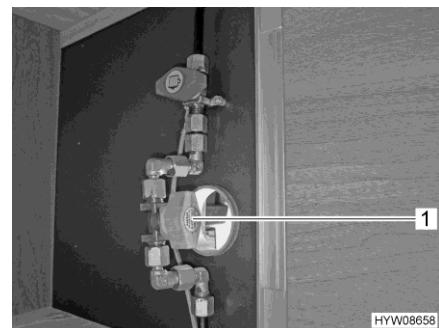

Fig. 47 Rubinetto di arresto del gas
- Aprire il rubinetto di arresto del gas (Fig. 47,1).
- Chiudere il rubinetto di arresto del gas (Fig. 47,1).